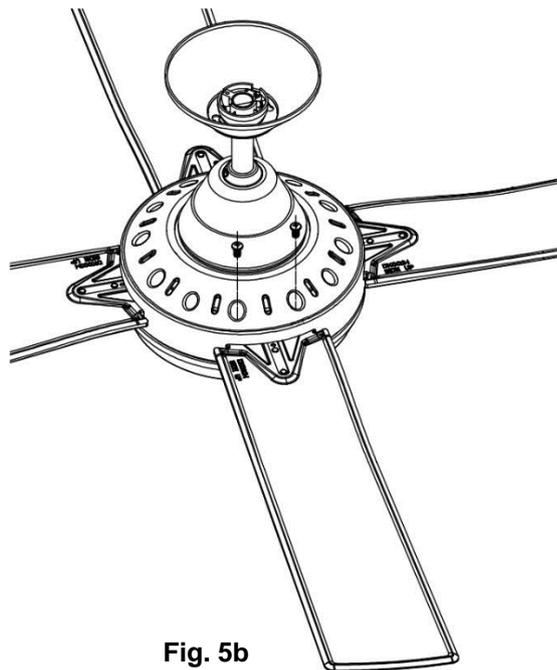

Fig. 5b
2. Inserire la pala nella fessura della parte girevole dell'unità motore. Allineare i 2 fori sulla pala con i 2 fori sulla parte girevole dell'unità motore, quindi usare le 2 viti del passaggio 1 per fissare la pala all'unità motore (Fig. 5b).